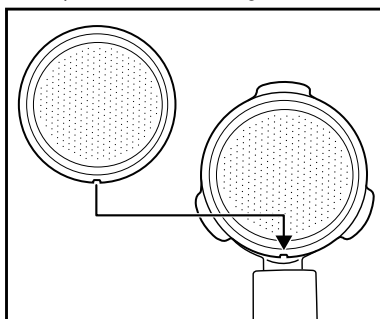

Fig. 1
- 1) Remplissez d'eau le réservoir à eau ⑥.
- 2) Placez le grand filtre ⑮ ou le petit filtre espresso ⑯ dans le porte-filtre ⑬.
- Veillez à ce que la petite encoche sur le grand filtre à espresso ⑮ ou sur le petit filtre à espresso ⑯ soit placée lors du positionnement au-dessus de l'encoche sur le porte-filtre ⑬ (voir figure 1).